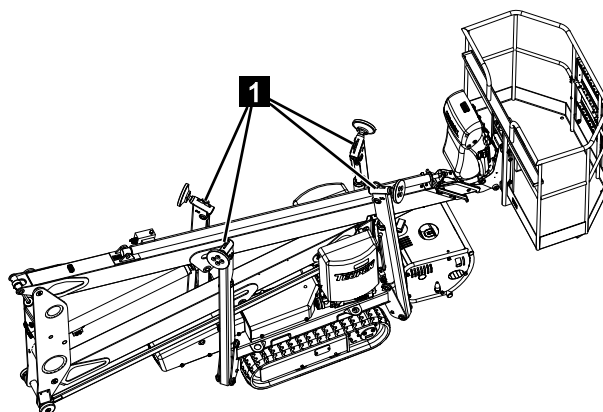

Abb. 57
- Die Maschine muss mit den Anschlagmittel an den dafür vorgesehenen Lastböcken (Abb.57/1) mit dem Kran verbunden werden.